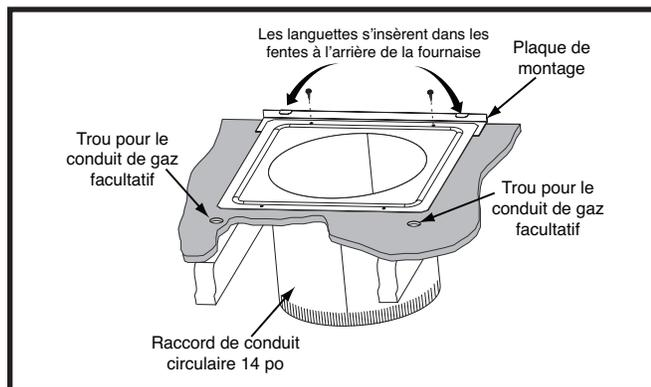

Figure 16. Raccord de conduit circulaire
2. Installez la plaque de montage (Figure 16 (page 18)) sous l'arrière du connecteur de conduit. **REMARQUE :** Assurez-vous que les trous de vis sont alignés dans les deux composants.